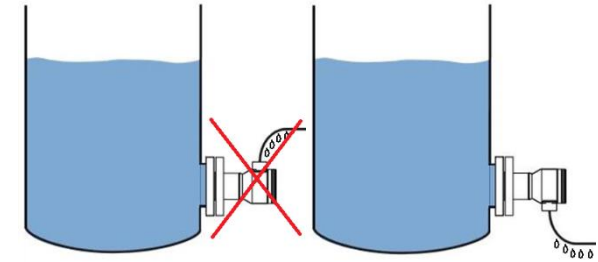

Рисунок 1. Неправильная (слева) и правильная (справа) прокладка кабеля датчика.
4.3. При прокладке питающих и сигнальных линий следует исключить возможность попадания конденсата на кабельный ввод датчика (см. рис. 1).